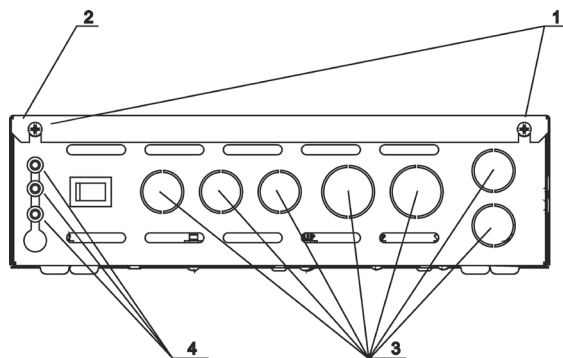
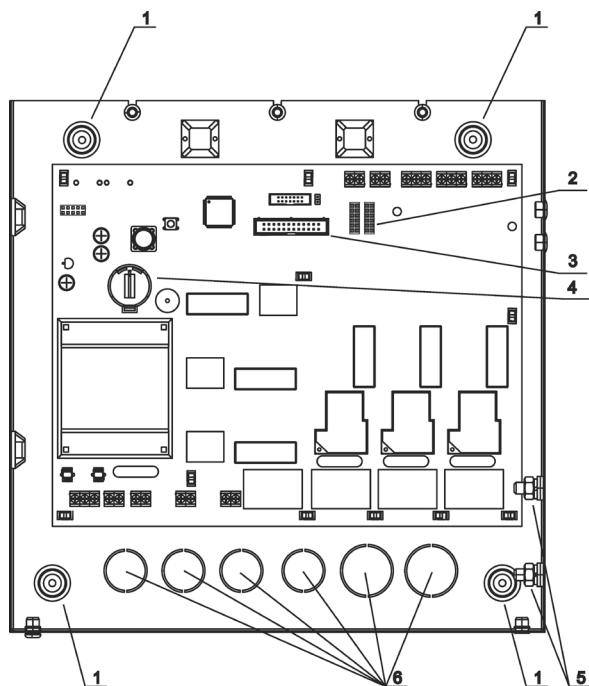

Рисунок 2 Блок мощности Comfort AQUA
Рисунок 3 Блок мощности Comfort AQUA
- Крестовой отверткой открутить винты фиксации крышки блока мощности (рис.2, поз.1)
- Осторожно приоткрыть крышку и отсоединить от платы блока мощности (разъём ХР6, рис.3, поз.3) шлейф панели, плата которой расположена на крышке пульта управления
- Снять верхнюю крышку (рис.2, поз.2)
Для ввода кабелей в корпусе блока мощности предусмотрены отверстия (рис.2, поз.3 – для ввода кабелей через нижнюю стенку корпуса и рис.3, поз.6 – для ввода кабелей через заднюю стенку корпуса).
Кабели датчиков заводятся в корпус блока мощности через резиновые сальники (рис. 2, поз.4).
Также для корректной работы часов пульта управления, а также всех связанных со временем режимов работы пульта необходимо в батарейное гнездо (рис.3, поз.4) установить элемент питания типоразмера CR2032 с выходным напряжением 3 вольта * (в комплект поставки элемент не входит). При этом та сторона элемента питания, которая маркирована знаком «+», должна оказаться сверху после установки элемента питания в гнездо.
- Расположить крышку пульта управления (рис.2, поз.2) в непосредственной близости от корпуса пульта управления
- Присоединить к плате блока мощности (разъём ХР6, рис.3, поз.3) шлейф панели, плата которой расположена на крышке пульта управления
- Присоединить к ножевой клемме крышки пульта управления провод заземления, зафиксированный на шпильке заземления корпуса пульта управления (рис.3, поз.5)
- Крестовой отверткой закрутить болты фиксации крышки пульта управления (рис.2, поз.1).